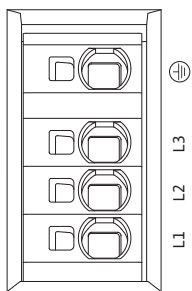

Fig. 31: Terminais de potência (terminais de ligação de rede)
- Terminais de potência (terminais de ligação de rede) (Fig. 31) (ver a ocupação na tabela seguinte)